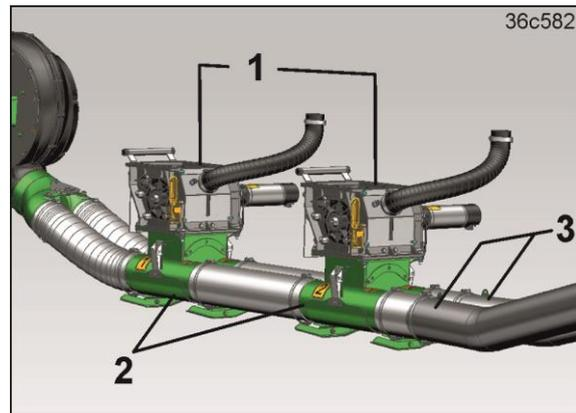

Fig. 98
- 2 Dosierer (Fig. 98/1)
- 2 Doppelschleusen (Fig. 98/2)
- 1 Doppelförderstrecke (Fig. 98/3)